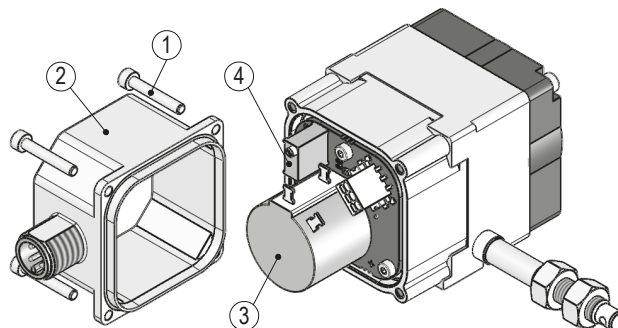

Abb. 14: Einstellen Trimpotis 0/10V
Mit dem Trimpotentiometer Pe ④ (siehe Abb. 14) kann dieser Wert an die tatsächliche Endstellung der Anwendung angepasst werden.